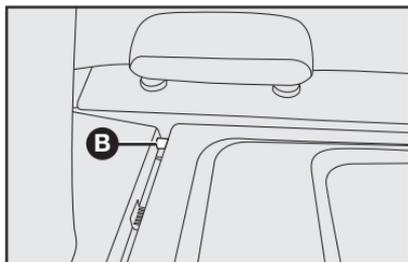

fig. 87
- 2) Destruvar a cobertura do porta-malas dos pinos B-fig. 87 e removê-la.